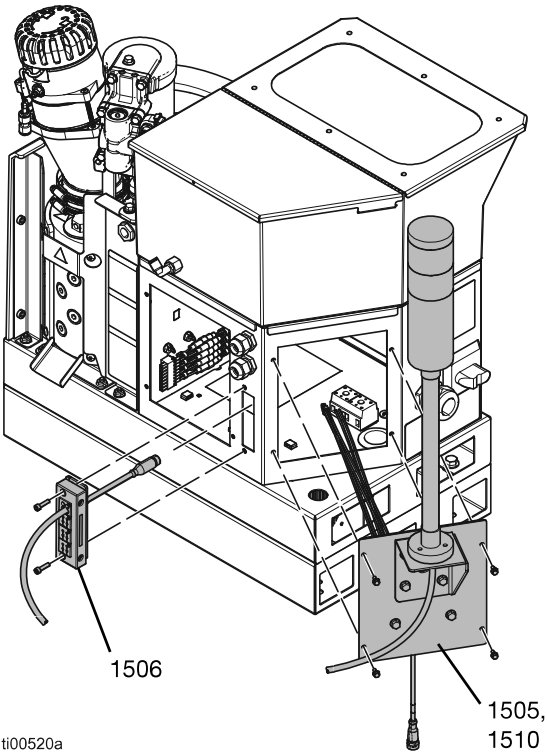

FIG. 106
4. Instale el bastidor prensacables (1506) como se muestra en FIG. 106, y fíjelo con dos tornillos.
5. Monte el nuevo conjunto del kit de la torre de luces fijando la junta de espuma (1510) y el panel de la torre de luces (1505) a la esquina posterior de la unidad con cuatro tornillos (203).